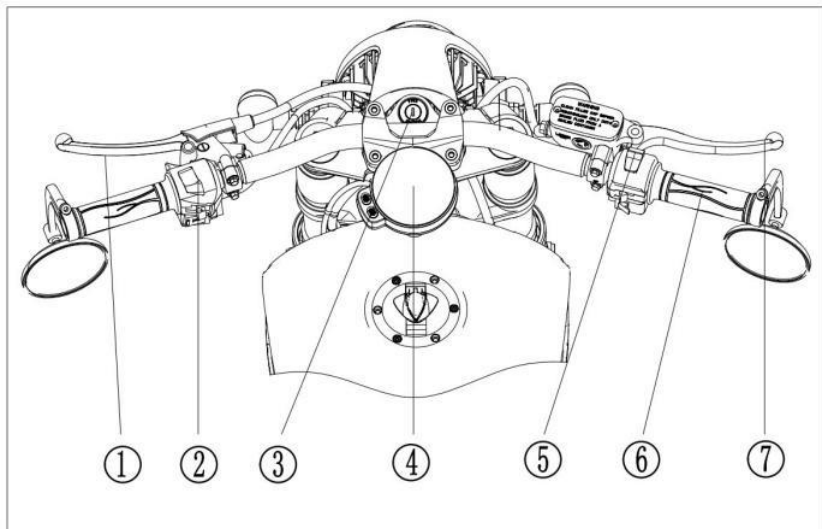

Fig.3
3. (Fig.3)
- ① Maneta de embrague
- ② Combinación de interruptores izquierda
- ③ Llave de contacto
- ④ Panel de instrumentos
- ⑤ Combinación de interruptores derecha
- ⑥ Puño del acelerador
- ⑦ Maneta del freno delantero